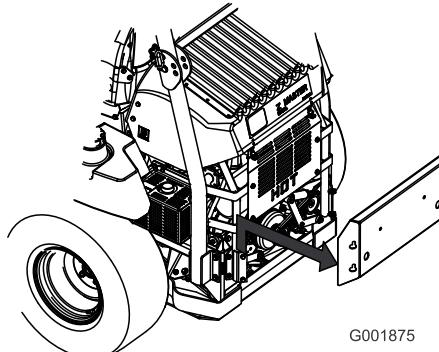

Figure 61
3. Déposez le panneau de moteur arrière (Figure 61).